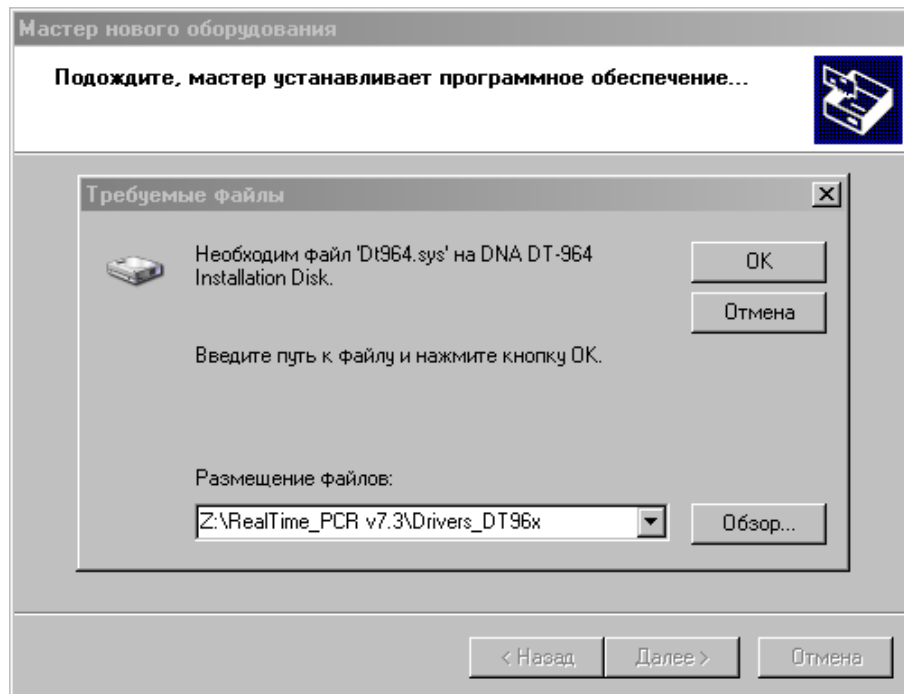

Рис.9. Поиск файла Dt964R.sys на компакт-диске
- В следующем окне мастера (Рис.9) укажите путь к файлу Dt964.sys на компакт-диске для чего нажмите кнопку **Обзор**.
- Убедившись, что путь к файлу в окне (Рис.9) указан правильно, нажмите кнопку .